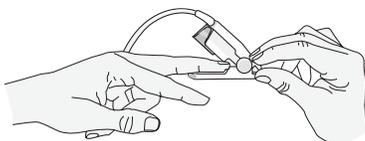

Abbildung 2
1. Setzen Sie den gewählten Finger auf das Sensorfenster des wieder verwendbaren Sensors. Der fleischigste Teil des Fingers muss das Detektorfenster in der unteren Hälfte des Sensors abdecken (siehe Abbildung 2).